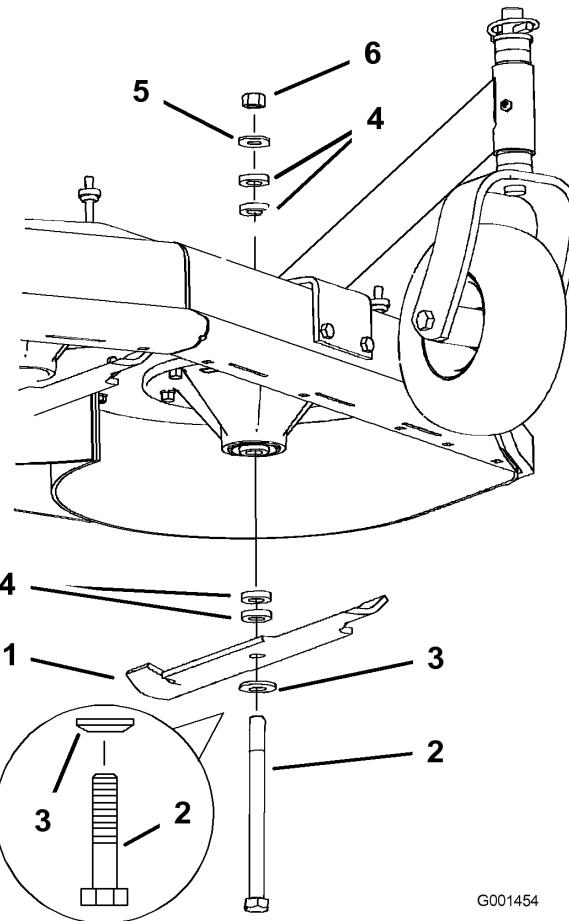

Figura 12
3. Sujete el perno de la cuchilla y retire la tuerca (Figura 12).
4. Deslice el perno por el eje, y cambie los espaciadores según sea necesario (Figura 12).
5. Instale el perno y la arandela curva, añada los espaciadores adicionales que sean necesarios, y sujetelos con una arandela fina y una tuerca (Figura 12).